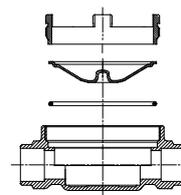

Abb. 1
- 1.5 Gewinding mit dem Montageschlüssel aus dem UPT schrauben (Abb. 1). Der Gewinding wird nicht wiederverwendet! Blindplatte und alten O-Ring entfernen und nötigenfalls das UPT von Schmutz reinigen, besonders natürlich an der Dichtfläche des O-Ringes.